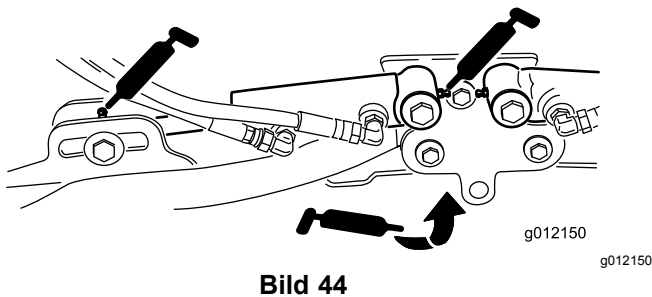

Bild 44
- Hubarmzylinder der Schneideinheit (2) (Bild 44)
- Hubarmgelenke (1) (Bild 44)